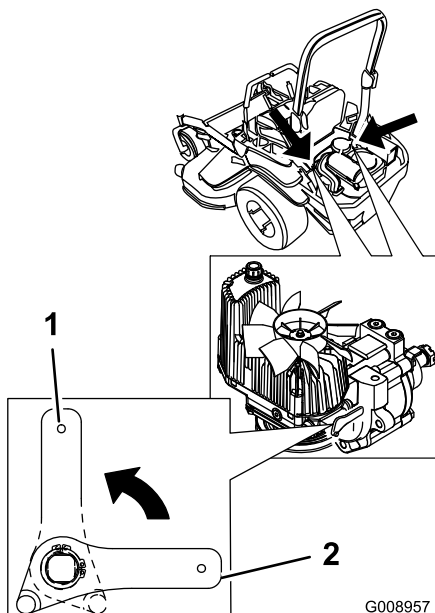

Figure 36
2. Tournez les leviers des valves de déblocage à la verticale pour pousser la machine (Figure 36).
4. Tournez les leviers des valves de déblocage à l'horizontale pour utiliser la machine (Figure 36).